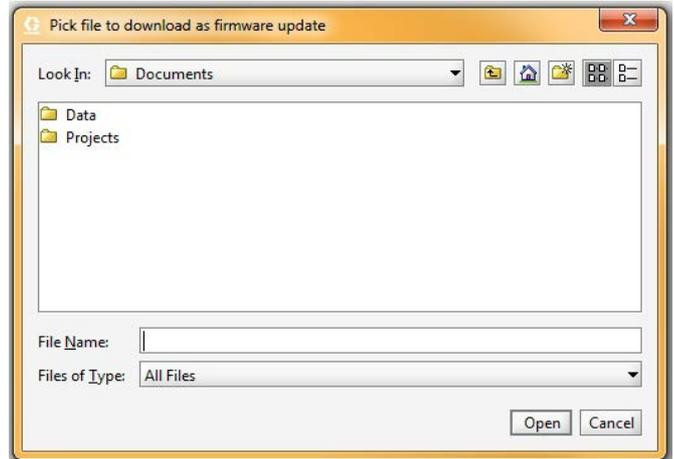

**FIGURA 21. Finire il Lavoro in Corso**
**Fine del lavoro in corso** - finisce un lavoro e aggiunge il materiale al tabulato di utilizzo. La schermata chiederà di confermare. Vedere FIGURA 21.